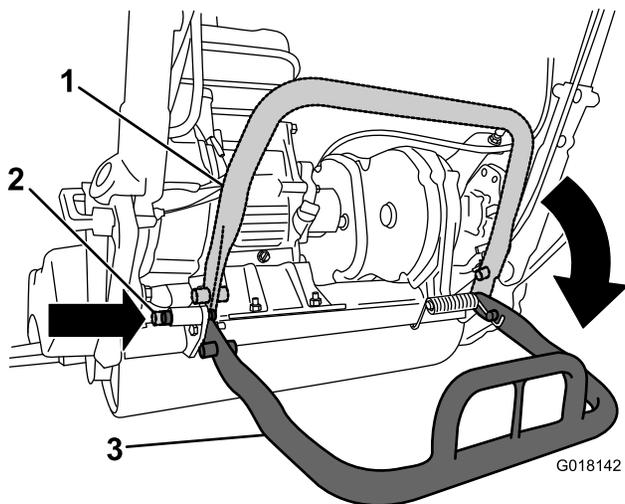

Рисунок 24
- Чтобы во время демонтажа колес машина не опрокинулась назад, опустите откидную опору и нажмите на стопорный штифт для фиксации ее в положении ОБСЛУЖИВАНИЯ (Рисунок 24).